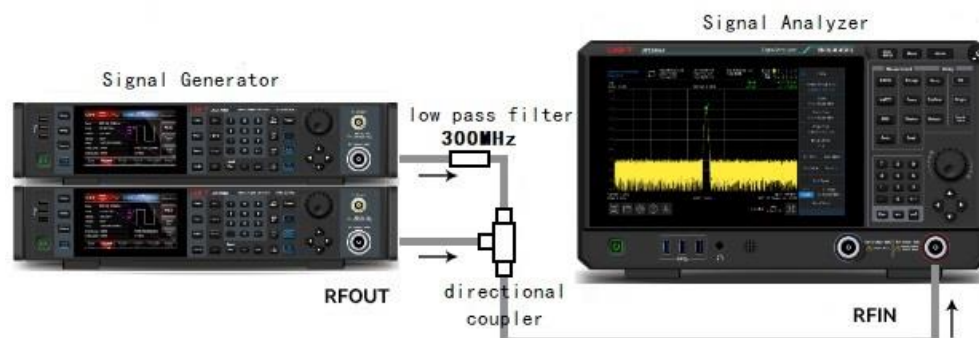

Abbildung 3-18 Geräteeinstellung für das Drittordnungs-Abfangsignal
1. Wie in Abbildung 3-18 gezeigt, schließen Sie den Eingangsanschluss des Signalanalysators über ein Tiefpassfilter und einen Richtkoppler an. Der Ausgang des Richtkopplers liefert eine Zweiton-Signalquelle mit geringer Intermodulationsverzerrung.